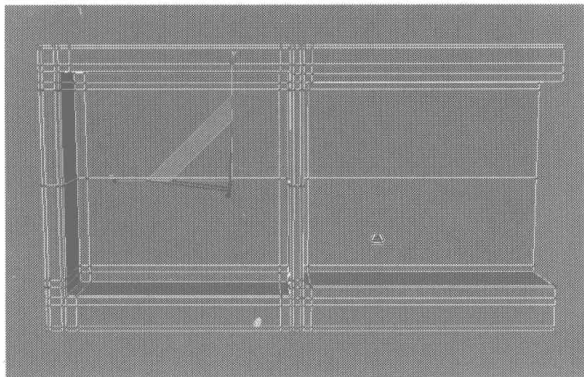

图 4.379
- 38** 继续添加细分线来细分插线孔轮廓, 如图 4.378 所示, 并切换为节点编辑, 再相应地调整细分线的节点, 其效果如图 4.379 所示。